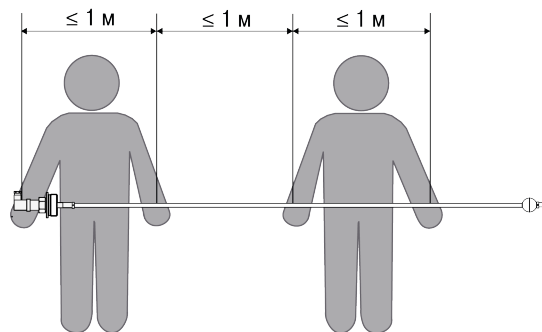

Рисунок 3.1 – Перемещение датчика длиной более 2 м
- датчик длиной более 2 м извлекают из упаковки и переносят два человека: одной рукой следует удерживать датчик за металлический фланец корпуса, а далее поддерживать трубку арматуры через каждый 1 м (см. рисунок 3.1).